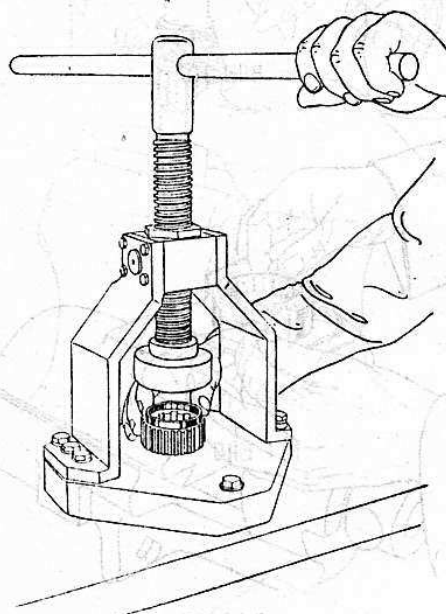

Bild 105
10. Neuen Mitnehmerring einpressen (Bild 105).